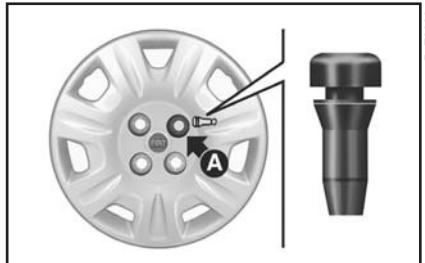

рис. 7
**10)** Установите колпак колеса таким образом, чтобы большое отверстие **A** (рис. 7) располагалось напротив болта, который уже ввернут, и чтобы символ  с внутренней стороны колпака находился напротив золотника.